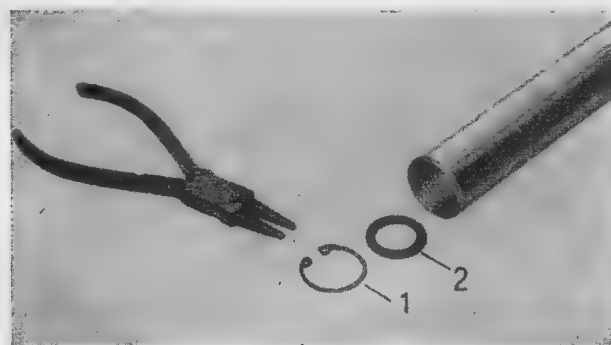
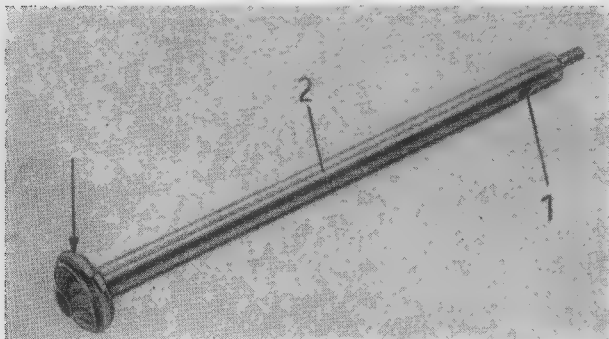

Bild 28. Anschlagsscheibe (2 mm dick) entfernen
Bild 30. Kontrolle des Stützrohres
- Jetzt den hinter der Ventillfeder sitzenden Sicherungsring (1) und die darunter liegende Anschlagsscheibe (2) entfernen (Bild 28).
- Das Stützrohr (2 im Bild 30) auf Beschädigung überprüfen. Der Miramid-Kolbenring (Pfeil) darf auf der Dichtfläche keine Riefen haben, da sonst der Dämpfungsdruck zu niedrig wird. Die Dämpfungsbohrung (1) des Stützrohres muß gratfrei sein, und sie darf im Durchmesser nicht verändert werden.
- Das Stützrohr (2 im Bild 30) wird in das geprüfte Führungsrohr (A) von unten (Ventilseite) eingeschoben. Der Miramid-Kolbenring wird vorher mit Stoßdämpferöl eingesetzt. Nach Bild 28 die Anschlagscheibe (2) und den Sicherungsring (1) montieren. Auf einwandfreien Sitz des Sicherungsringes achten. Die Druckfeder (5) mit dem Durchmesser 27 mm an den Sicherungsring anlegen und die Ventilscheibe (4) mit der geschliffenen Seite zur nachfolgenden Drossel zeigend einsetzen. Danach die Drossel (3) auf einer Seite, entgegen dem Radius